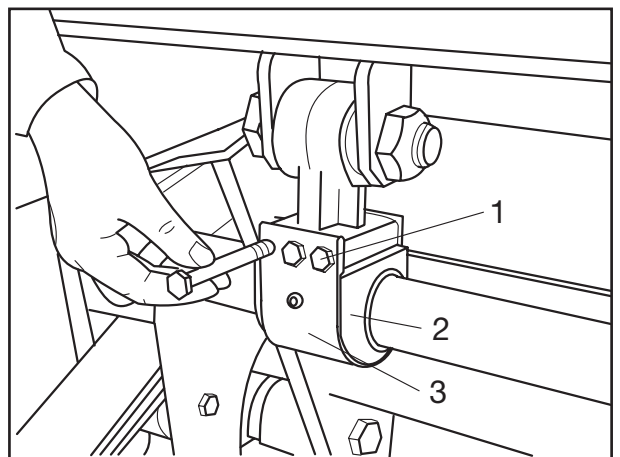

Fig. 6
- [12] Abdichtungen am Bügelstabilisator ansetzen und festhalten (Fig. 6).
- [12] Fit seals onto U-stabilizer and hold tight (Fig. 6).
- [12] Poser les joints sur la barre stabilisatrice en U et les retenir (fig. 6).